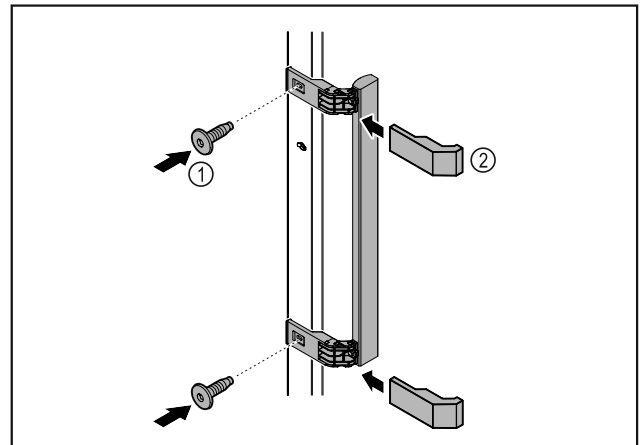

Fig. 3
- Montoni dorezën nga paketa së bashku me vidat e ofruara Fig. 3 (1) në derë.
- Vendosni kapakun mbulues Fig. 3 (2).